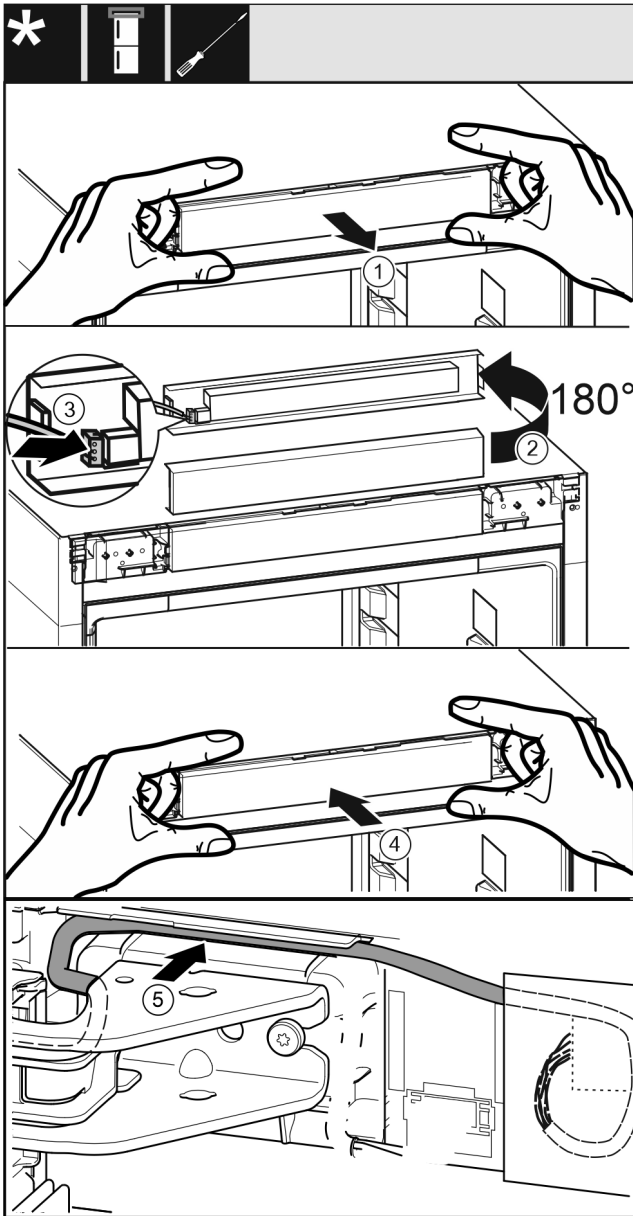

Fig. 32
- ▶ Võtke käsitsemisilukate ettevaatlikult välja. Fig. 32 (1)
- ▶ Pöörake ilukatet 180° võrra ülespoole. Fig. 32 (2)
- ▶ Fikseerige pistik käsitsesismooduli ilukatte külge. Fig. 32 (3)
- ▶ Fikseerige käsitsemisilukate jälle seadme külge. Fig. 32 (4)
- ▶ Vedage hall kaabel ettevaatlikult juhikus üle ülemise laagripuki. Fig. 32 (5)